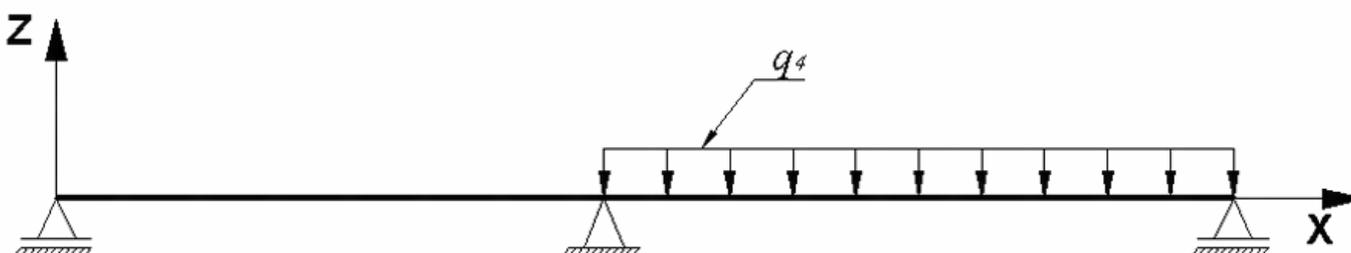

Рис.7.6. Схема загрузки 4 балки
- загрузка 4 – равномерно распределенная во втором пролете $q_4 = 0.87$ т/м (рис.7.6);